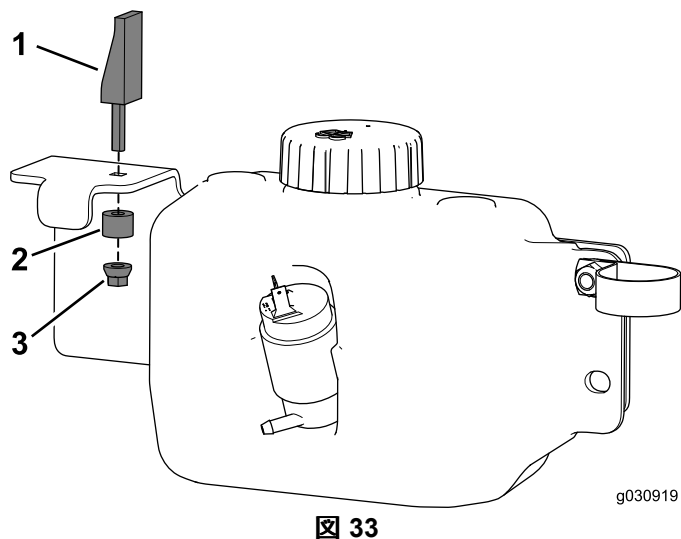

図 33
4. タンクマウントにスエルラッチアセンブリを取り付ける 図 33。